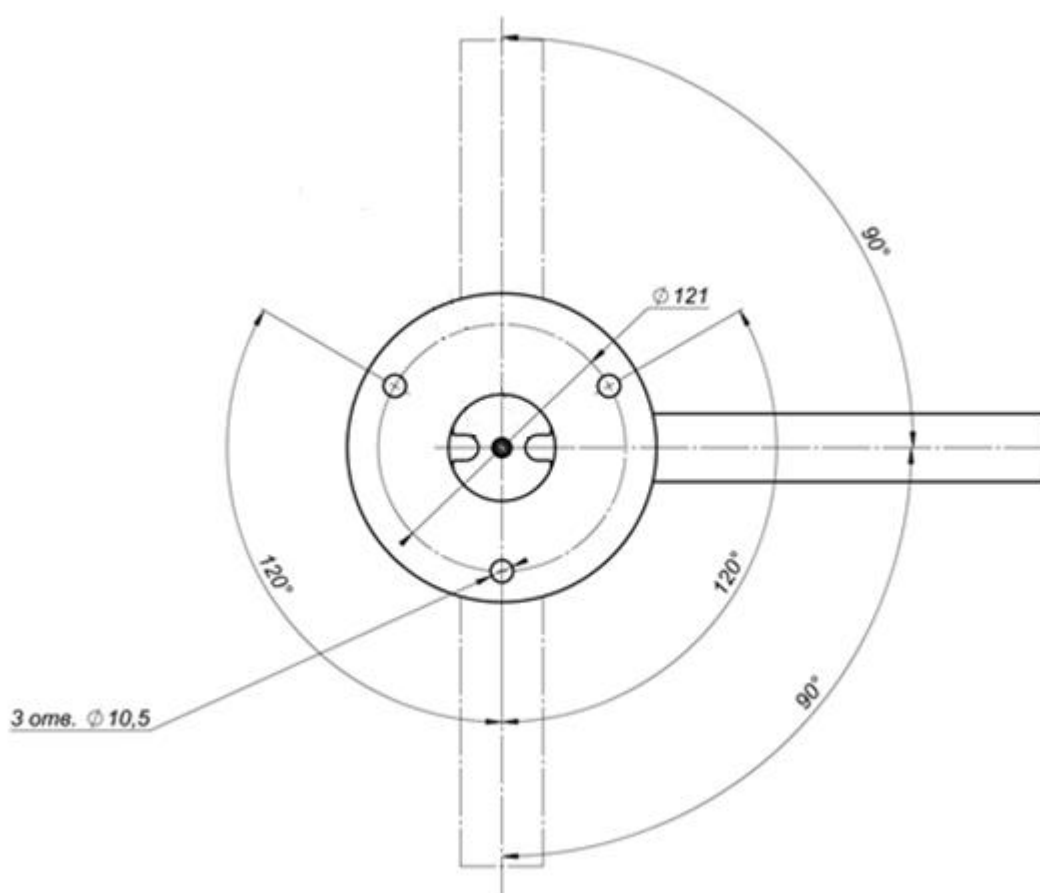

Рис. 4. . Установочные размеры
7.2.5. Установите стойку калитки на подготовленную площадку (рис. 4).